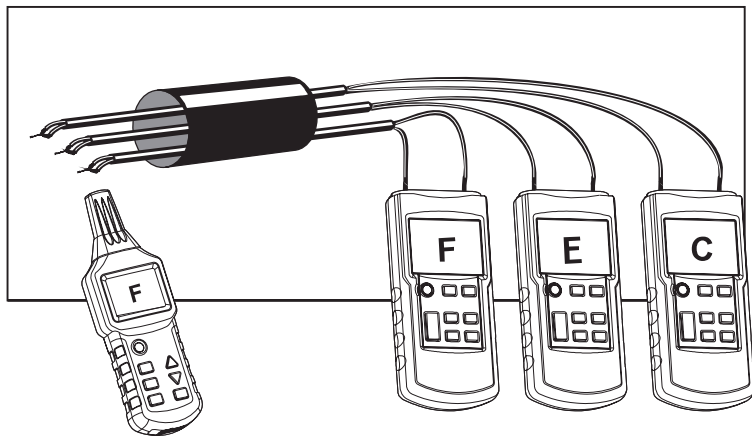

Fig. 3-2-5
- Anslut sändaren på det sätt som visas i Fig.3-2-5;